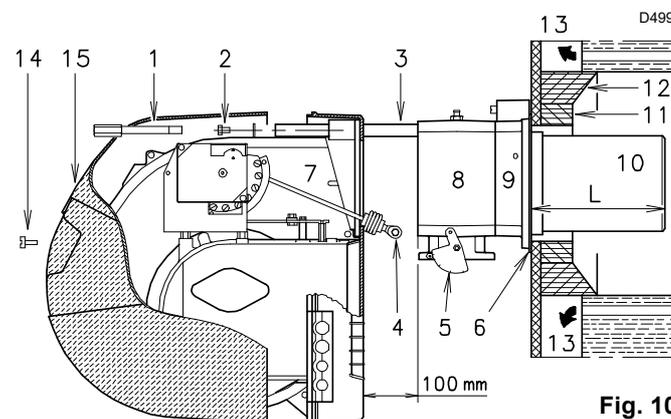

Fig. 10
Pour les chaudières avec la façade refroidie à l'eau, le revêtement réfractaire n'est pas nécessaire (13)-(14)(Fig. 10) s'il n'y a pas de demande expresse du constructeur de la chaudière.
Séparer la tête de combustion du reste du brûleur, (Fig. 10) :
Fixer la bride 9)(Fig. 10 à la page 16) à la plaque de la chaudière en intercalant le joint isolant 6)(Fig. 10 à la page 16) fourni. Utiliser aussi les 4 vis fournies de série après en avoir protégé le filetage avec des produits anti-grippage.